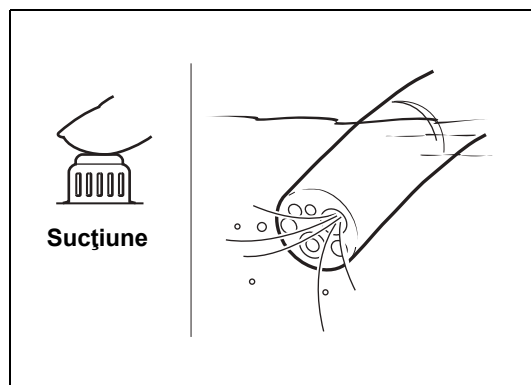

Figura 4.3
- 1 Plasați capătul distal al endoscopului într-un recipient cu apă sterilă și apăsați valva de control al succionii. (Consultați Figura 4.3.)